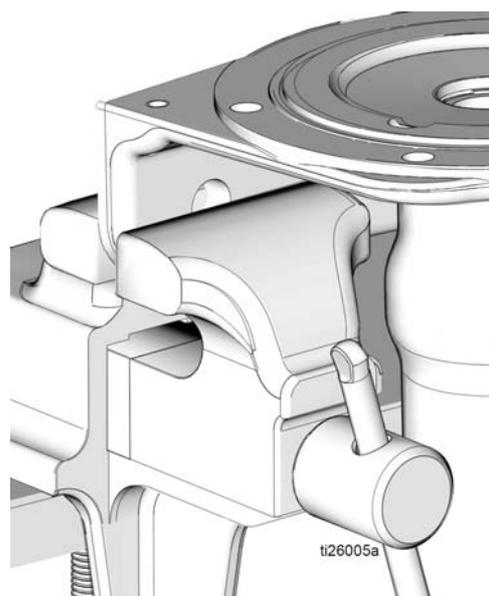

FIG. 23
17. Riposizionare la base della pompa (1) in una morsa come mostrato in FIG. 23.